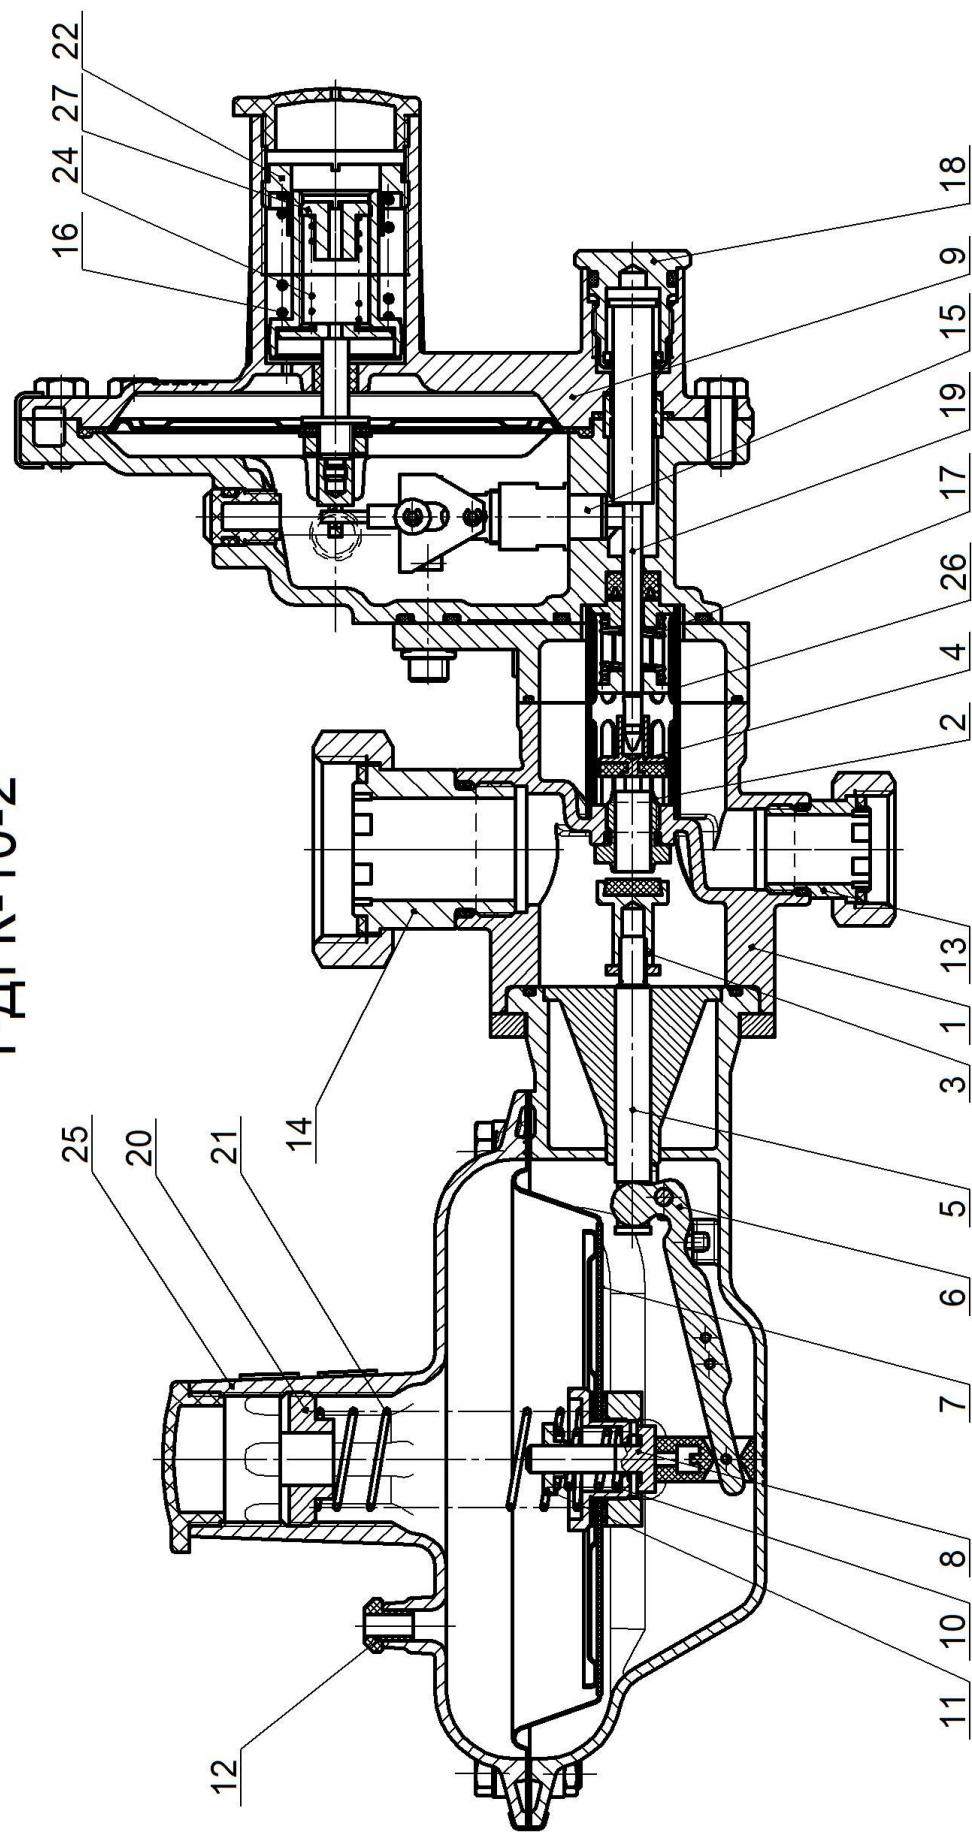

Рисунок 1 Схема регулятора давления газа РДГК-10-2
2.2.6 **Внимание!** Регулятор РДГК-10-2 имеет в своем составе предохранительный сбросной клапан ПСК (см. поз. 8 рисунок 1). Для безопасной эксплуатации регуляторов РДГК-10-2 к сбросному патрубку 12 (см. рисунок 1) необходимо присоединить сбросной трубопровод (гибкий шланг с номинальным диаметром прохода DN10) для сброса газа в атмосферу. Сброс должен быть выведен за стенки шкафа или помещения, в котором установлен регулятор давления.